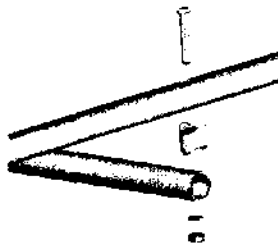

Рис.4
- 4.2.3. Нижние стяжки соединить поперечиной - Узел 2 (рис.4).